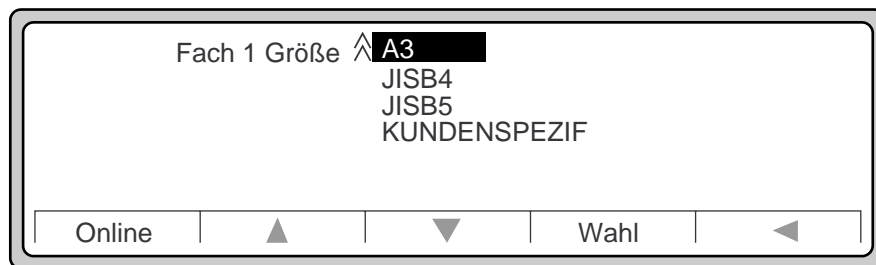

Abbildung 3-11 Papierformatauswahl - Fortsetzung
5. Wählen Sie mit der Taste ▲ oder ▼ das gewünschte Papierformat aus (Abbildung 3-11).